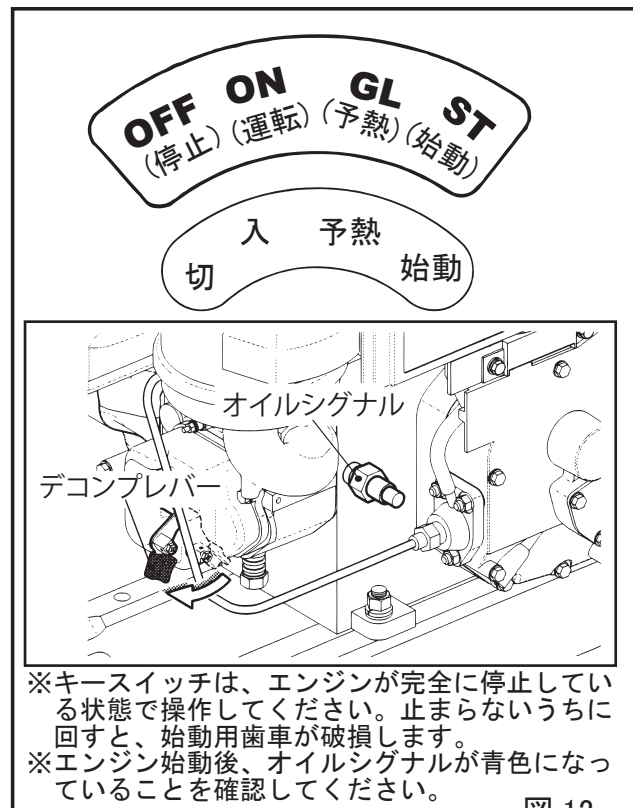

図 12
- 调速レバーを前方に戻すとエンジンは停止します。セルスターターの場合は、エンジンが停止したらキースイッチを停止位置に戻してください。(図12)